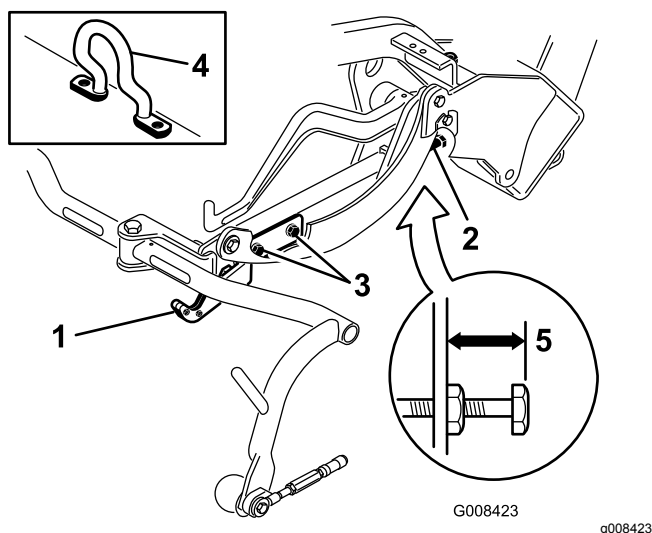
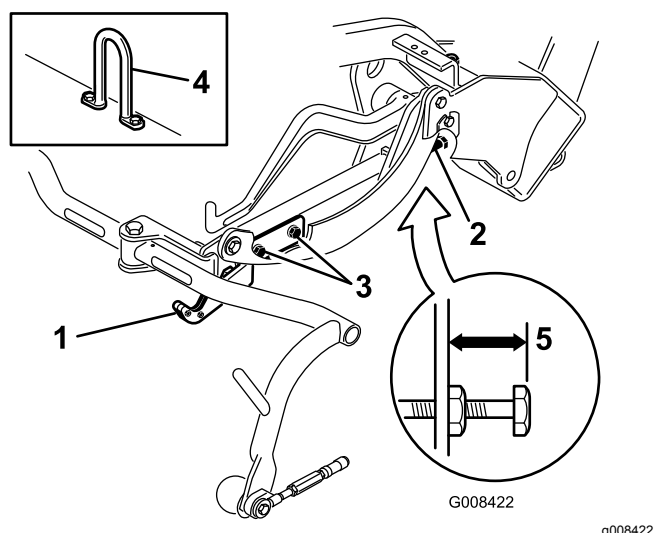
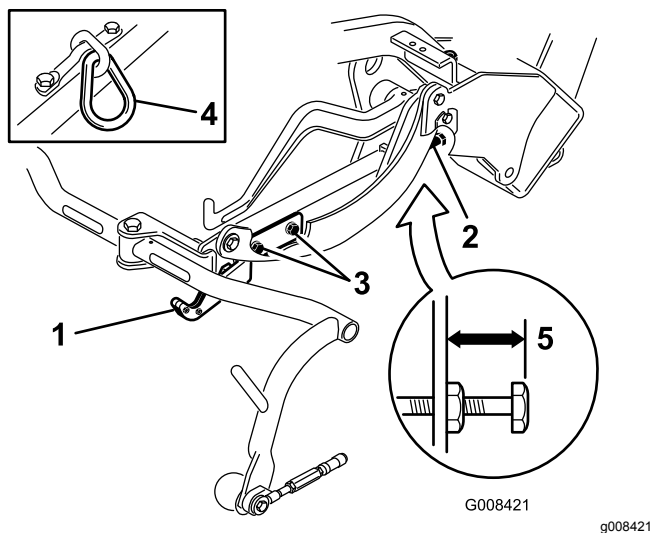

Figura 12
Figura 14
Figura 13
Compruebe la altura de transporte (Figura 13 y Figura 14) y ajústela si es necesario.
2. En unidades de corte equipadas con un gancho de elevación acodado (Figura 12, detalle) compruebe que la distancia entre la parte superior del tornillo de ajuste del bastidor de tiro y el borde trasero del bastidor de tiro es de 25 mm. Si la distancia no es de 25 mm, continúe con el paso 4.
3. En unidades de corte equipadas con un gancho de elevación con eslabón de cadena o recto (Figura 13 y Figura 14, detalle), compruebe que la distancia entre la parte superior del tornillo de ajuste del bastidor de tiro y el borde trasero del bastidor de tiro es de 22 mm. Si la distancia no es de 22 mm, continúe con el paso 4. Si la unidad de corte está equipada con un gancho de elevación acodado, (Figura 12), continúe con el paso siguiente.
4. Afloje los tornillos de montaje de la pletina de transporte (Figura 13, Figura 14 y Figura 12).
7. Si los bastidores de tiro no están a la misma altura, afloje la contratuerca del tornillo de ajuste del bastidor de tiro (Fig. Figura 12, Figura 13 y Figura 14). Gire el tornillo hacia fuera para elevar y hacia dentro para bajar. Apriete la contratuerca después de obtener la altura adecuada.